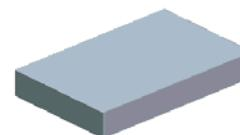

图 13.14 着色后的滑块体积块
Step6. 系统弹出“属性”对话框，在该对话框中单击 **着色** 按钮，着色后的模型如图 13.14 所示，然后在对话框中输入名称 slide_vol，单击 **确定** 按钮。